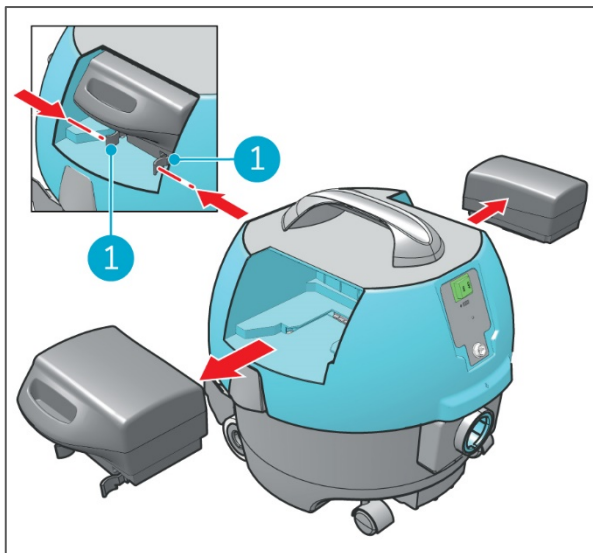

Figure 21
1. Appuyez sur les clips en plastique de la batterie (Figure 21, pos 1) pour les rapprocher légèrement l'un de l'autre.